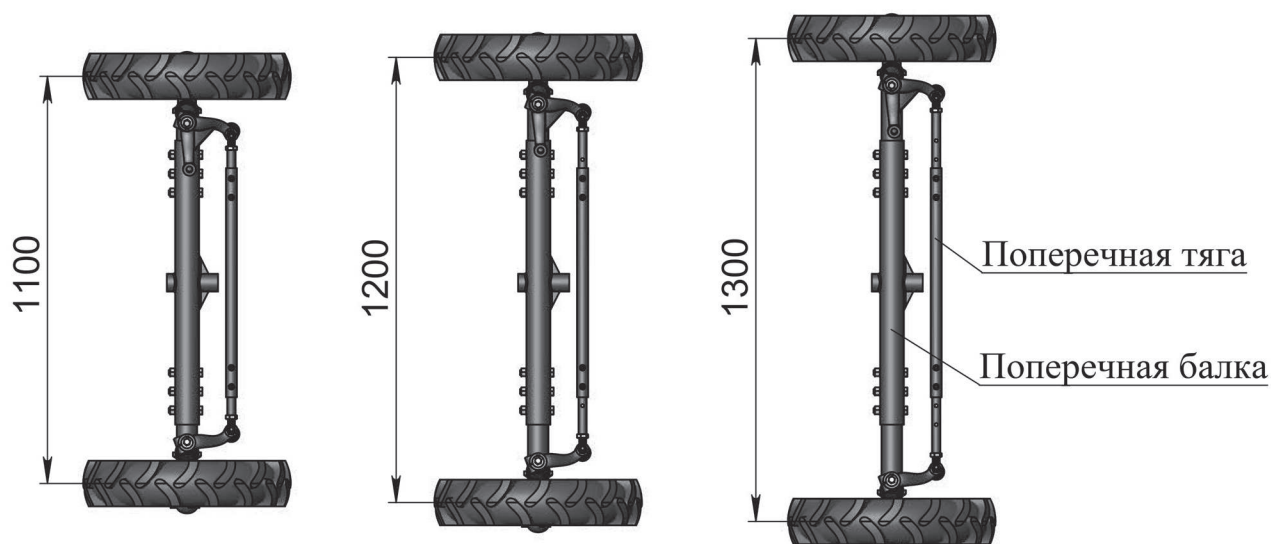

**Рис. 14. Регулировка схождения передних колес**
2. Измерьте переднее и заднее расстояния между двумя колесами на высоте их центров (А, В, Рис. 14).